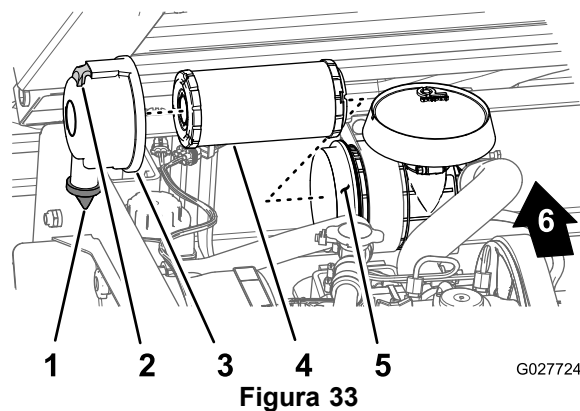

Figura 33
2. Inspeccione la carcasa del limpiador de aire por si hubiera daños, que podrían causar una fuga de aire. Asegúrese de que la tapa del filtro de aire hace un buen sello alrededor de la carcasa del limpiador de aire (Figura 33).
3. Tire hacia fuera del enganche y gire la tapa del limpiador de aire en el sentido contrario a las agujas del reloj (Figura 33).
5. Retire suavemente el elemento del filtro de aire de la carcasa del filtro de aire (Figura 33) para reducir la cantidad de polvo desplazado.
1. Limpie el orificio de expulsión de suciedad situado en la tapa del filtro de aire (Figura 33).
2. Retire la válvula de salida de goma de la cubierta, limpie el hueco y cambie la válvula de salida (Figura 33).
3. Introduzca el elemento del filtro de aire en la carcasa del filtro de aire presionando el borde exterior del elemento para asentarlos en la carcasa del filtro de aire (Figura 33).
4. Alinee la tapa del limpiador de aire con la carcasa del limpiador de aire, con la válvula de salida de goma hacia abajo – entre las 5:00 y las 7:00 aproximadamente, visto desde el extremo (Figura 33).
5. Sujete la tapa a la carcasa con los enganches (Figura 33).